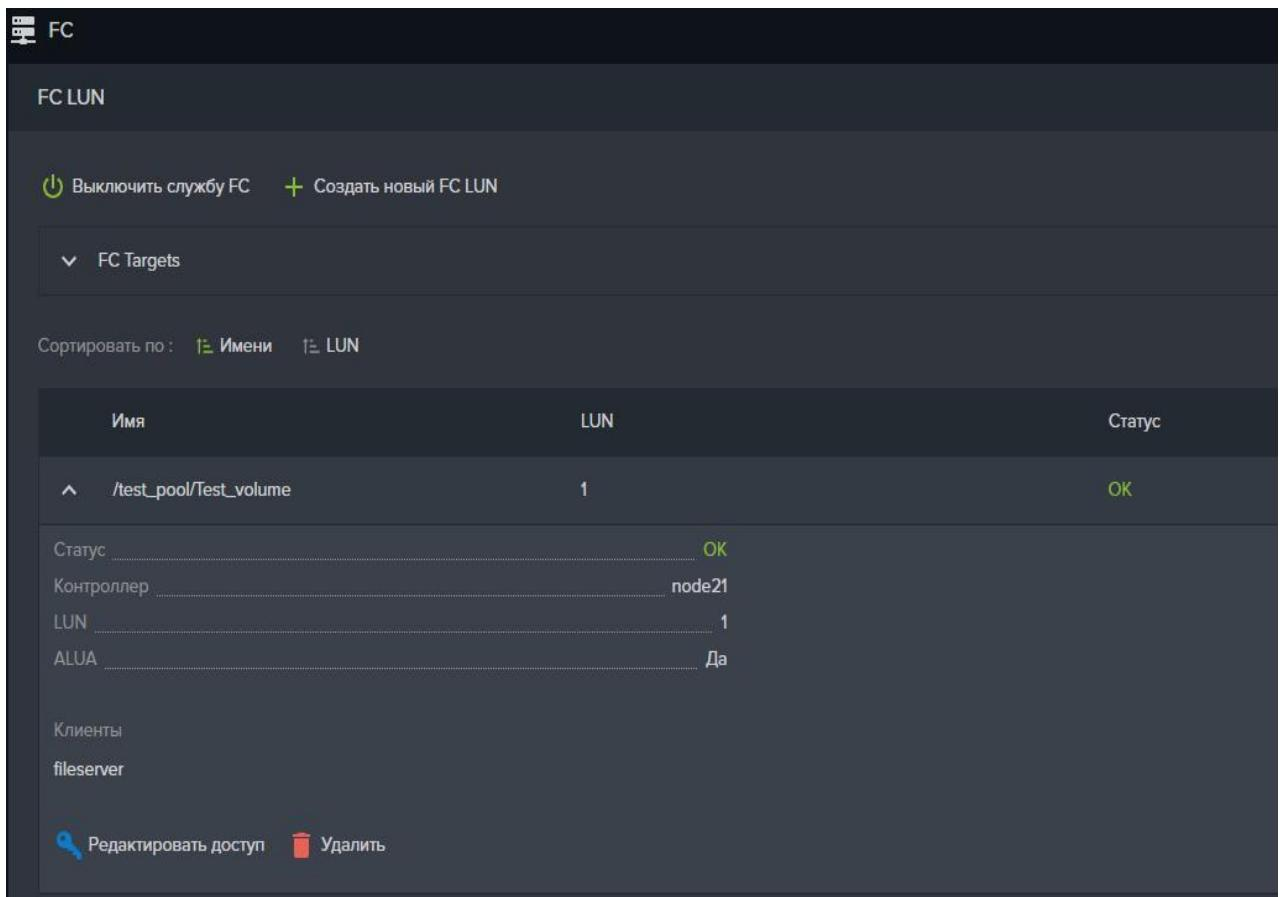

Рисунок 48 – Удаление LUN
При удачном завершении операции в секции «Клиенты» панели свойств редактируемого луна появится имя клиента, которому был предоставлен доступ (см. Рисунок 48).
2. Выберите нужный FC LUN из списка, развернув его панель свойств (см. Рисунок 48).